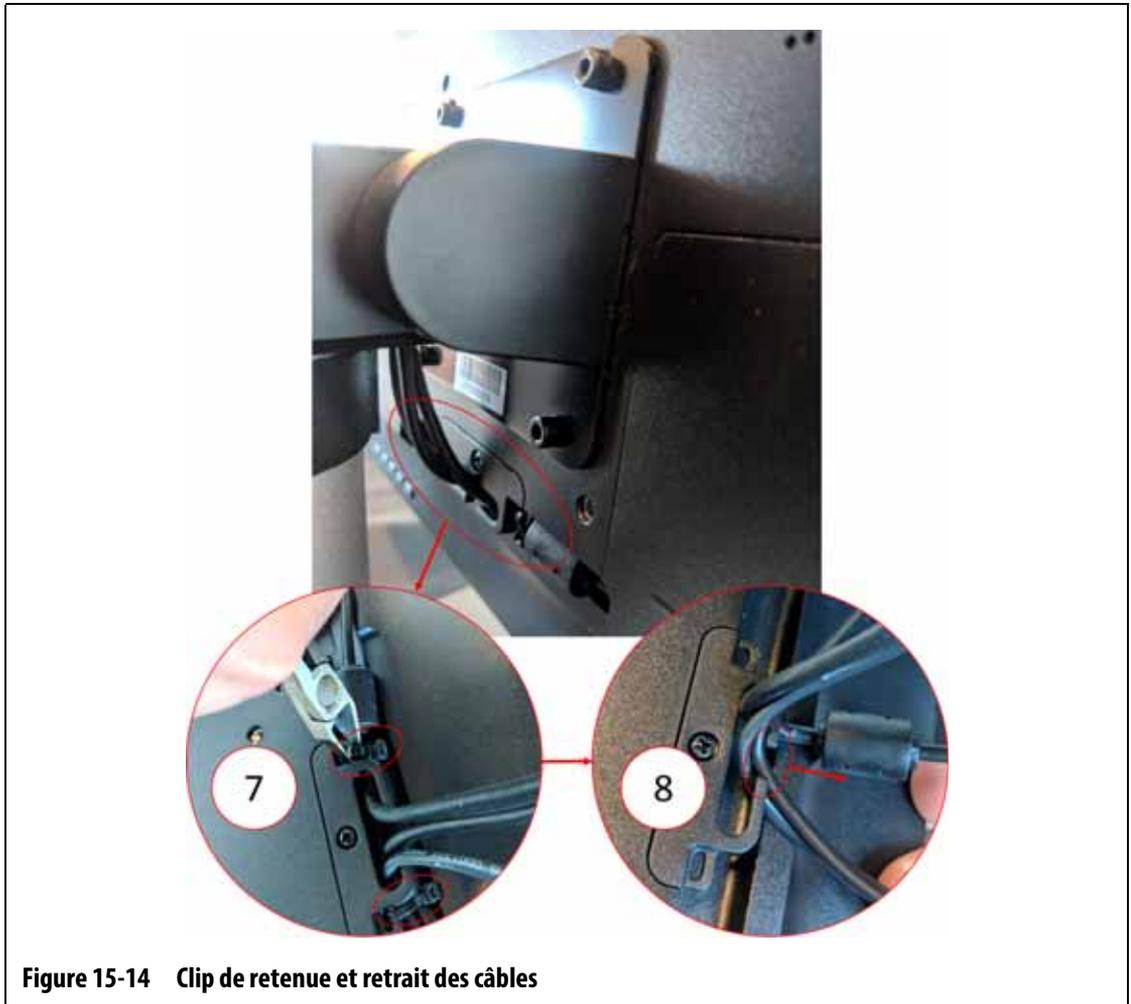

Figure 15-14 Clip de retenue et retrait des câbles
9. Au dos de l'écran tactile, vers la zone centrale inférieure, trouvez le clip de retenue de câble en forme de « C » et coupez les attaches de câble de chaque côté de celui-ci. Veuillez-vous reporter à la légende 7 dans Figure 15-14.
10. Retirez les câbles du clip de retenue. Veuillez-vous reporter à la légende 8 dans Figure 15-14.